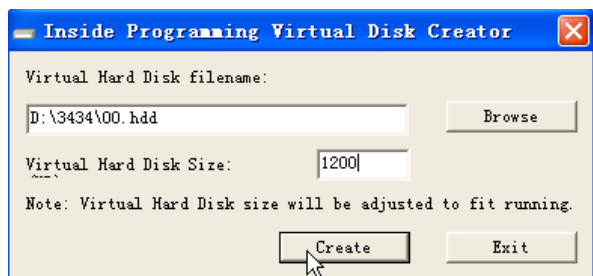

图 5-10 输入容量
(5) 输入磁盘容量，输入 1200MB 左右的空间。如图 5-10 所示。